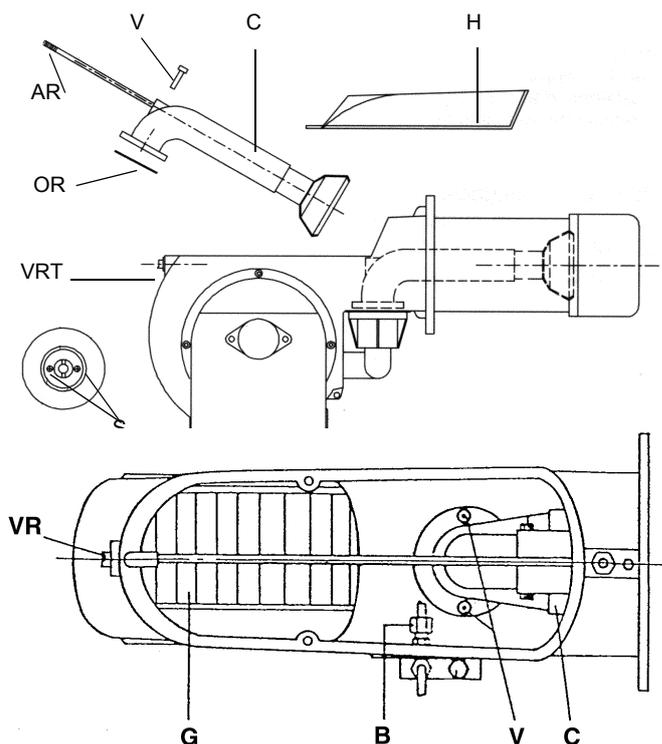

Fig. 15
- Svitare le viti V che bloccano il collettore del gas C, allentare i due raccordi B (Fig. 15) ed estrarre il gruppo completo come mostrato in Fig. 14.